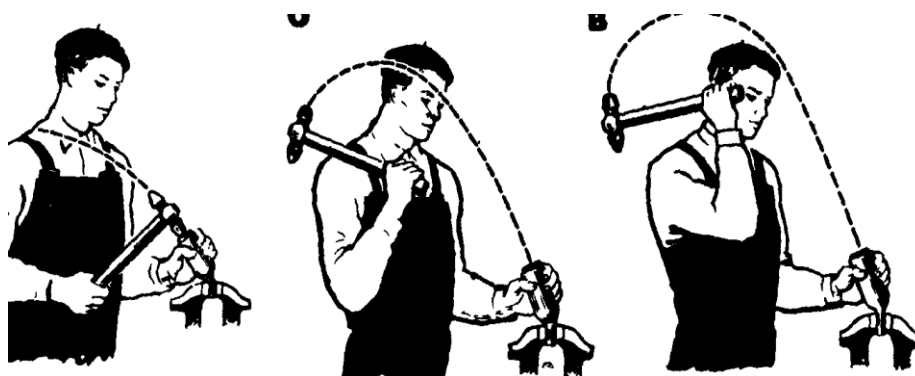

Рисунок 1
3. Удары молотком. Существенное влияние на качество и производительность рубки оказывает характер замаха и удара молотком. Перечислите существующие удары, опишите их (смотреть рисунок 1):